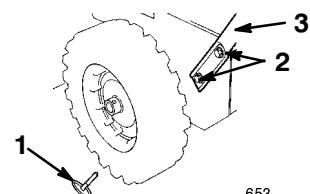

Figure 2
2. Retirez les axes d'essieu des deux roues (Fig. 2) et faites glisser ces dernières d'environ 2,5 cm vers l'extérieur.
5. Fixez le mancheron gauche à l'aide de deux vis d'assemblage et rondelles bombées. Serrez à la main (Fig. 2).